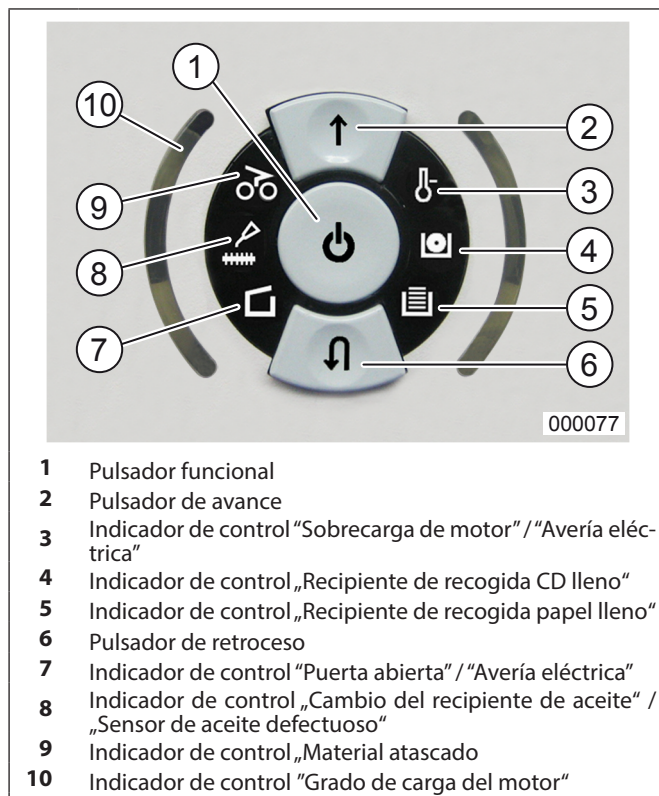

Fig. 3 Elementos de mando „i-control“
① = Pulsador funcional (Fig. 3/1)
② = Pulsador de avance (Fig. 3/2)
③ = Indicador de control (Fig. 3/3) “Sobrecarga de motor” / “Avería eléctrica”
④ = Indicador de control (Fig. 3/4) “Recipiente de recogida CD lleno”
⑤ = Indicador de control (Fig. 3/5) “Recipiente de recogida papel lleno”
⑥ = Pulsador de retroceso (Fig. 3/6)
⑦ = Indicador de control (Fig. 3/7)
⑧ = Indicador de control (Fig. 3/8)
⑨ = **Indicador de control (Fig. 3/9)**
⑩ = **Indicador de control (Fig. 3/10) “Grado de carga del motor”**
Accione brevemente el pulsador funcional (Fig. 3/1).
Las barreras luminosas (avance, Fig. 1/3) inician el proceso de desmenuzamiento tan pronto como se introduzca material en una de las dos ranuras de alimentación. Al mismo tiempo se encenderá el indicador piloto  del pulsador de avance (Fig. 3/2).
Para el desmenuzamiento de láminas transparentes se tiene que conectar la máquina a mano en el modo de funcionamiento de avance (mantenga accionado el pulsador de avance (Fig. 3/2)). El proceso de desmenuzamiento se puede detener en cualquier momento si se acciona brevemente el pulsador funcional (Fig. 3/1) o el pulsador de retroceso (Fig. 3/6). Para continuar, accione el pulsador de avance (Fig. 3/2).
Si el recipiente recogedor de CD está lleno, el motor se desconecta. El indicador de control  (Fig. 3/4) se enciende. Vaciar ahora el o los recipientes de recogida CD (Fig. 4/2) como se indica a continuación:
- El indicador de control  (Fig. 3/7) se enciende.
- El indicador piloto  del pulsador de avance (Fig. 3/2) parpadea.
- Si aún queda material en la ranura de alimentación, el indicador de control  (Fig. 3/9) se encenderá también ahora.
4. Accione el pulsador de avance (Fig. 3/2).
- El indicador piloto  del pulsador de avance (Fig. 3/2) se apaga.
- El indicador de control  (Fig. 3/4) se apaga.
- El indicador de control  (Fig. 3/7) se apaga.